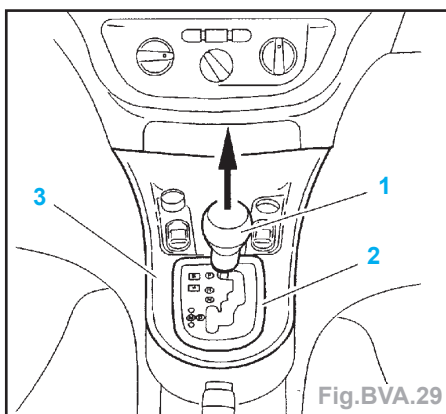
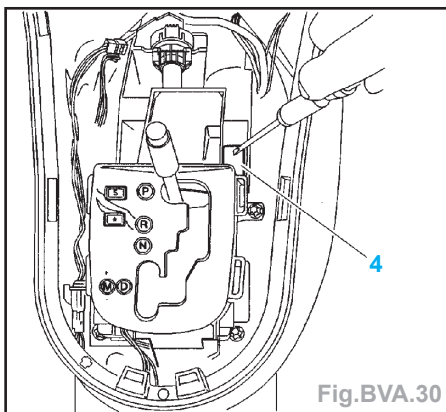

Fig. BVA.29
Fig. BVA.30
- Déposer (Fig. BVA.29) :
- le pommeau (1) du levier (tirer vers le haut),
- le cache (2) en le dépliant et le dessus de la console centrale (3).
- Déverrouiller le «shift-lock» (4) avec un tournevis (Fig. BVA.30).